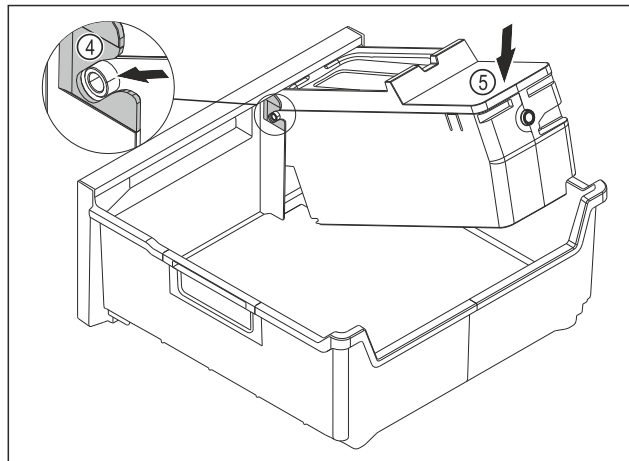

Fig. 145
- ▶ Montirajte glavni del EasyTwist-Ice: Osi glavnega dela EasyTwist-Icepotisnite v vodila Fig. 145 (4).
- ▶ Glavni del EasyTwist-Ice Fig. 145 (5) potisnite zadaj navzdol.